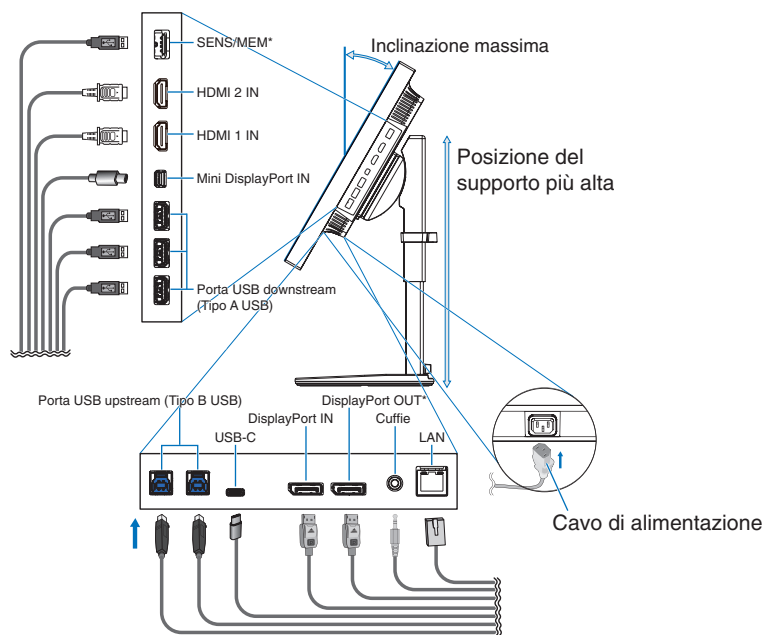

Figura C.1
- Collegare tutti i cavi ai connettori appropriati (**Figura C.1**). Utilizzando il cavo USB, collegare il connettore tipo B alla porta upstream USB sul lato posteriore del monitor e il connettore tipo A alla porta downstream sul computer (**Figura C.1a**). Se si utilizza un cavo in uscita dal dispositivo USB, collegarlo a una delle porte a valle del monitor.